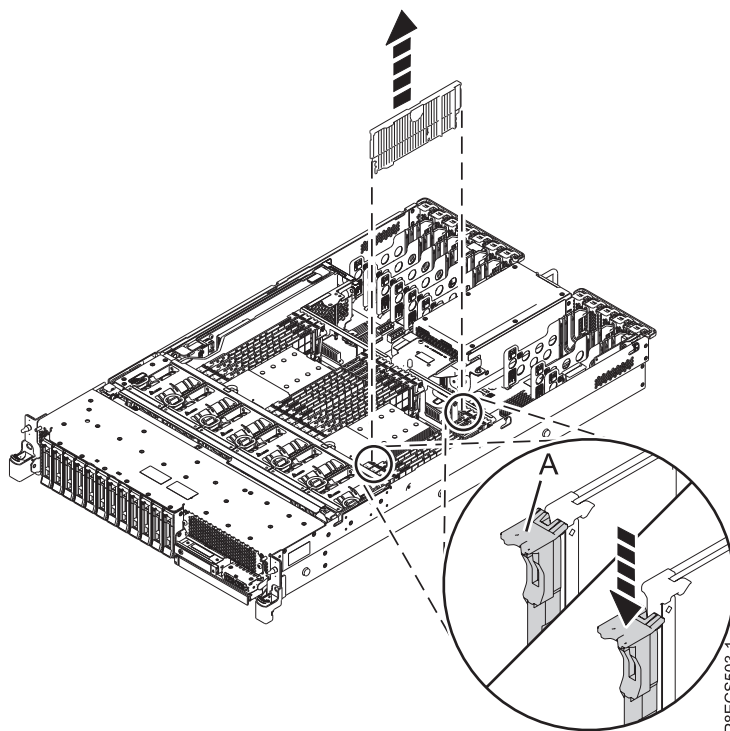

図 7. 5148-21L、5148-22L、 8247-21L、8247-22L、8284-21A、または 8284-22A システムでのメモリー・モジュール・スロットからのメモリー・モジュール・フィラーの取り外し
- a. スロット内でメモリー・モジュール・フィラーをそのコネクタからアンロックするには、固定タブ (A) を、示されている方向に押し込みます。図 7 このタブ操作で、メモリー・モジュール・フィラーがコネクタの外に押し出されます。